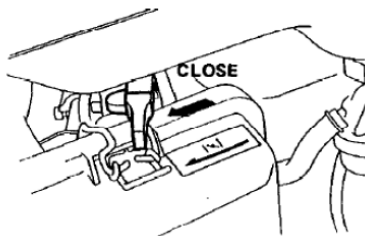

Fig. 2
- Spostare la leva dell'aria (1) in posizione "Chiuso" verso sinistra (fig.2)